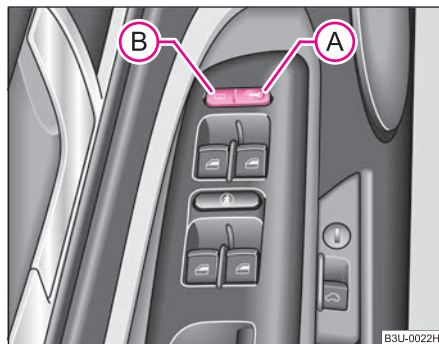

Fig. 24 Parte interior de la puerta del lado del conductor: Teclas para cierre centralizado
- Pulse la tecla **A** ⇒ fig. 24.
- Pulse la tecla **B** ⇒ fig. 24. Si se desplazó la tapa del maletero a la modalidad de bloqueo permanente, tras pulsar la tecla **B** no se desbloqueará la tapa del maletero ⇒ página 47.
Si se bloqueó su vehículo con el conmutador para cierre centralizado **A** ⇒ fig. 24, será válido lo siguiente: